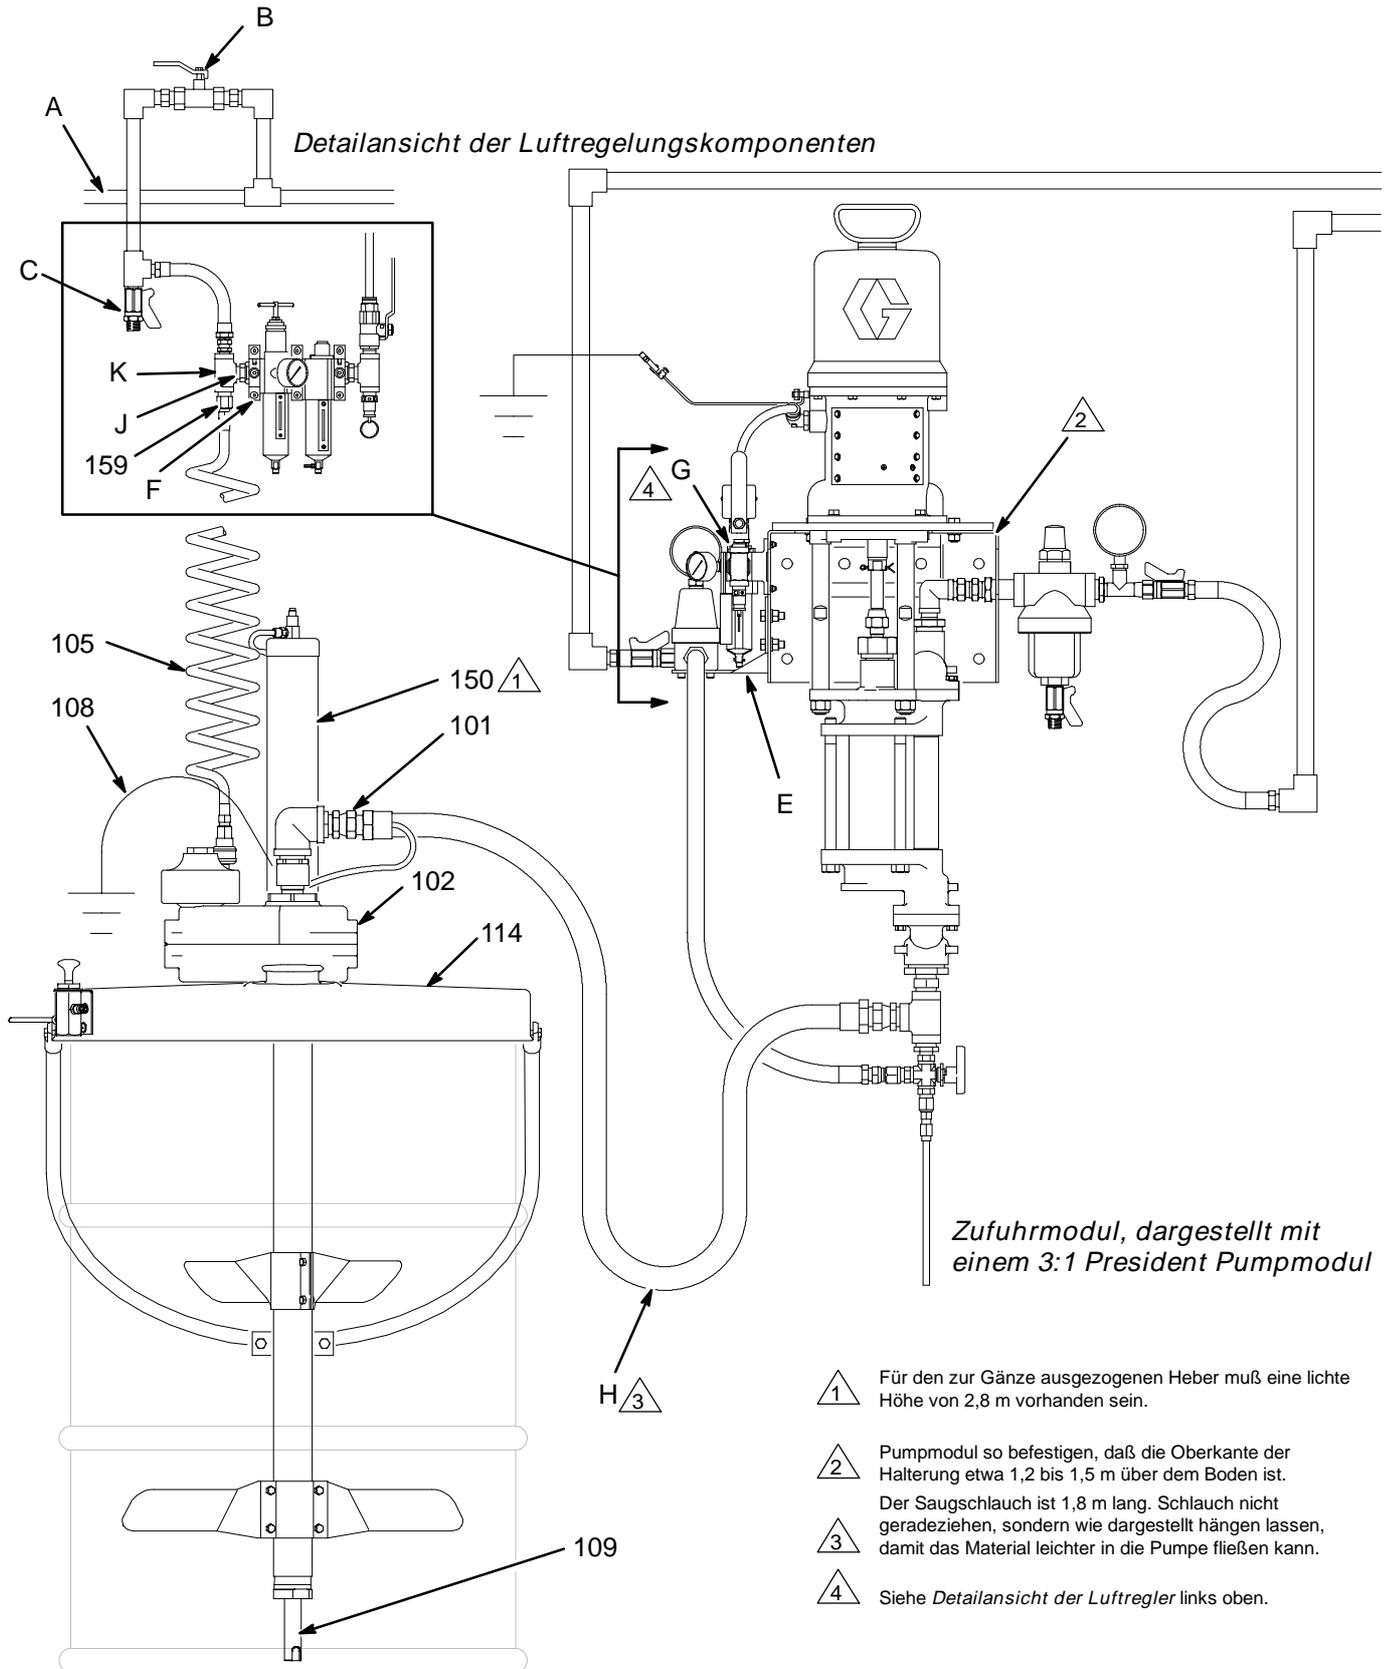

Abb. 1
Siehe Abb. 1. Druckluftzufuhrleitung (A) vom Kompressor zum Zufuhrmodul verlegen. Sicherstellen, daß alle Luftschläuche den Anforderungen des Systems in bezug auf Größe und zulässigen Betriebsüberdruck entsprechen. Nur elektrisch leitfähige Schläuche verwenden. Der Luftschlauch sollte ein 3/8" NPT(A)-Gewinde haben.
HINWEIS: Siehe Abb. 1 und die maßstäbliche Zeichnung auf Seite 14 sowie die Montagebohrungen auf Seite 15.
2. Vorhandenes Saugrohr am Ende des Saugschlauches (H) abnehmen und wegwerfen.
3. Den Heber (150) so positionieren, daß der Saugschlauch (H) der Pumpe das Drehgelenk (101) am oberen Ende des Rührwerks (102) erreicht. Der Saugschlauch ist 1,8 m lang. Schlauch nicht geradeziehen, sondern wie in Abb. 1 dargestellt hängen lassen, damit das Material leichter in die Pumpe fließen kann.
5. Den Saugschlauch am Drehgelenkauslaß (101) des Rührwerks (102) anschließen. Den Erdungsdraht des Saugschlauchs wie auf Seite 8 gezeigt an der Erdungsöse des Rührwerks anschließen.
6. Die Schraube lösen und die Schnellkupplung (F) am Luftfilter/-regler/-öler-Satz (G) öffnen.
7. Den Rohradapter (J) aus der Schnellkupplung (F) schieben. Den Rohrstopfen von der unteren Öffnung des T-Stückes (K) abnehmen und wegwerfen.
8. Den gewendelten Schlauch (105) durch das große Loch an der Rückseite der Halterung (E) des Gegendruckreglers führen.
9. Den Adapter (159) am Ende des gewendelten Schlauches (105) in das T-Stück (K) schrauben.
10. Den Rohradapter (J) lose in die Schnellkupplung (F) schieben und die Schraube festziehen.
Siehe Abb. 1.
- Das Material wird durch das **Saugrohr (109) zur Pumpe zugeführt**. Das Saugrohr ist in der Welle des Rührwerks (102) eingebaut. Siehe Abb. 1.
- **Das Rührwerk mit Vorgelege (102)** hält das Material in Suspension; es enthält auch ein Saugrohr (109), mit dem das Material aus einem 200l Faß zugeführt werden kann.
- **Der druckluftbetriebene Heber (150)** dient dazu, den Faßdeckel und das Rührwerk von einem leeren Faß zu heben, das Faß auszuwechseln und das Rührwerk in das neue Faß zu setzen.
- **Der Edelstahl-Faßdeckel (114)** paßt auf ein 200l-Faß.